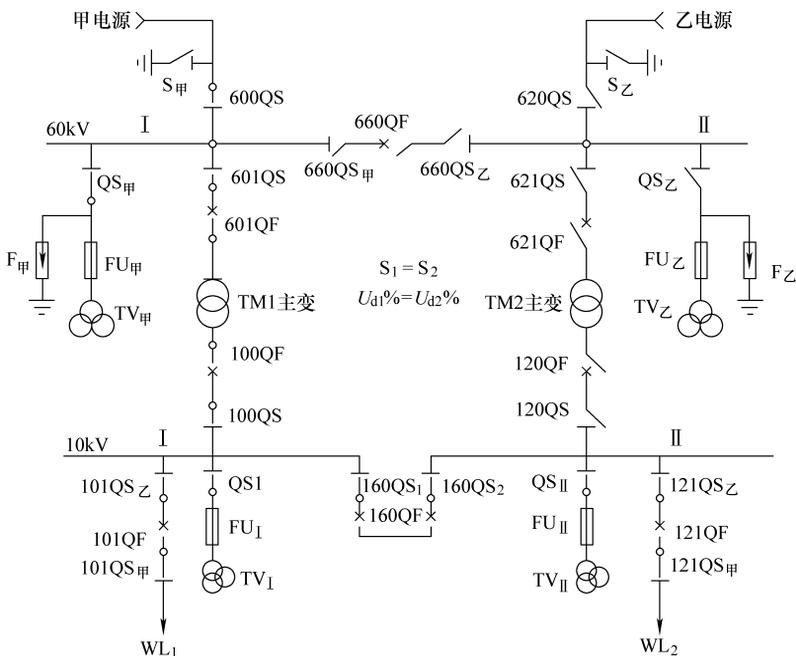

图 2-16
1. 识读某变电所一次系统图（见图 2-16）。
- 识读某变电所一次系统图 (见图 2-16)。